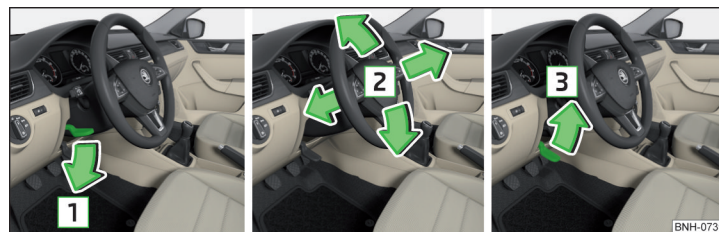

Fig. 15 Reglarea poziției volanului
- Rabatați maneta de siguranță de sub volan în sensul săgeții 1 » fig. 15.